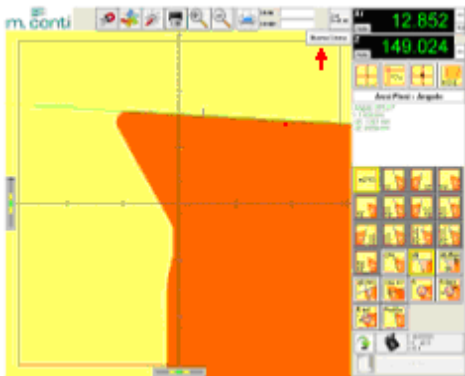

fig. G2
- *En cliquant avec le bouton gauche de la souris sur l'icône **Nuova Linea**, on peut choisir de tracer une deuxième ligne à travers la même procédure que celle précédente (fig. G2)